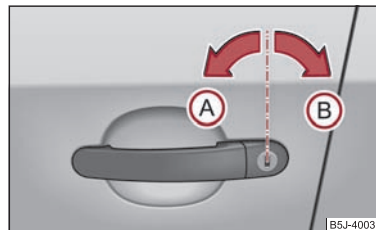

Fig. 26 Rotirea cheii pentru descuiere și încuiere
- Rotiți cheia în butucul ușii șoferului în poziție de deschidere (A) ⇒ fig. 26.
- Rotiți cheia în încuietora ușii șoferului în poziție de încuiere (B) ⇒ fig. 26.